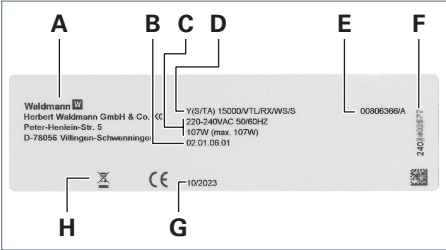

Fig. 34: Plaque signalétique tête de luminaire (exemple).
- Tête du luminaire existante, à partir du numéro de série 2402389763, voir Fig. 34.